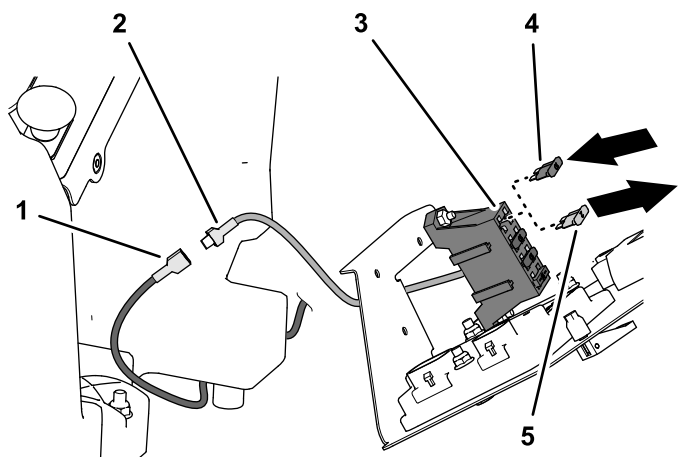

Figure 41
2. Amenez le câble d'alimentation auxiliaire (gaine verte) du faisceau (kit) dans le compartiment des commandes de l'opérateur (Figure 41).
3. Sur le porte-fusibles (Figure 41), connectez les paires de câbles suivantes :
4. Insérez le fusible (10 A) dans l'emplacement libre du porte-fusibles (Figure 41).